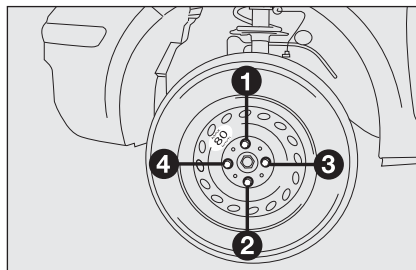

fig. 6
- ☐ con la llave en dotación, apriete a fondo los pernos, pasando alternativamente de un perno al diametralmente opuesto, siguiendo el orden numérico ilustrado en la figura **fig. 6**;